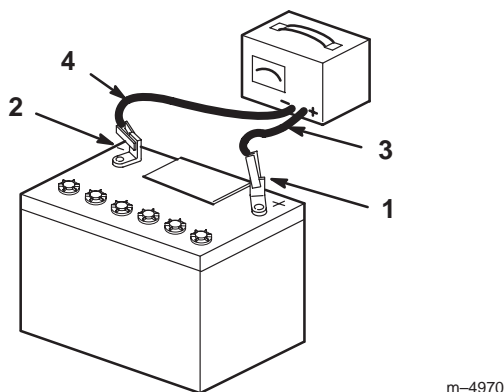

Figure 65
4. Quand la batterie est chargée au maximum, débranchez le chargeur de la prise, puis débranchez les fils du chargeur des bornes de la batterie (Fig. 65).